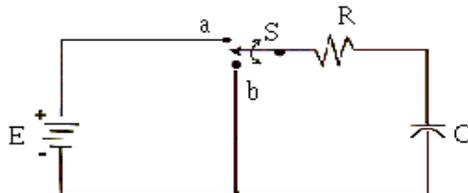

Figura 7.2 Circuito resistivo-capacitivo (RC)
4. Para el circuito de la figura 7.2 de los fundamentos teóricos deduzca la ecuación $V_R(t)$ en el proceso de carga y descarga del capacitor (posición a y b respectivamente) y realice las gráficas correspondientes para cada caso.
Otro ejemplo de aplicación de las leyes de Kirchoff es en un circuito resistivo-capacitivo (RC) excitado por una fuente de corriente directa, figura 7.2.